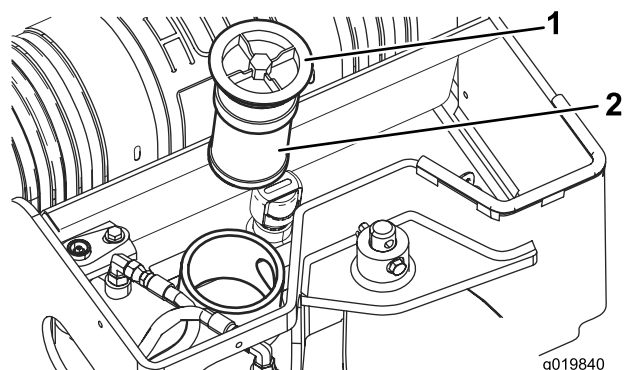

Figura 60
5. Retire y deseche el filtro usado (Figura 60).
6. Instale el filtro hidráulico nuevo y el tapón de llenado (Figura 60) y apriete el perno del tapón a 21–25 N·m (200–240"-libra).
6. Retire el tapón de llenado del depósito hidráulico y el filtro (Figura 60).
11. Instale el filtro hidráulico y el tapón de llenado (Figura 60) y apriete el perno del tapón a 21–25 N·m (200–240"-libra).